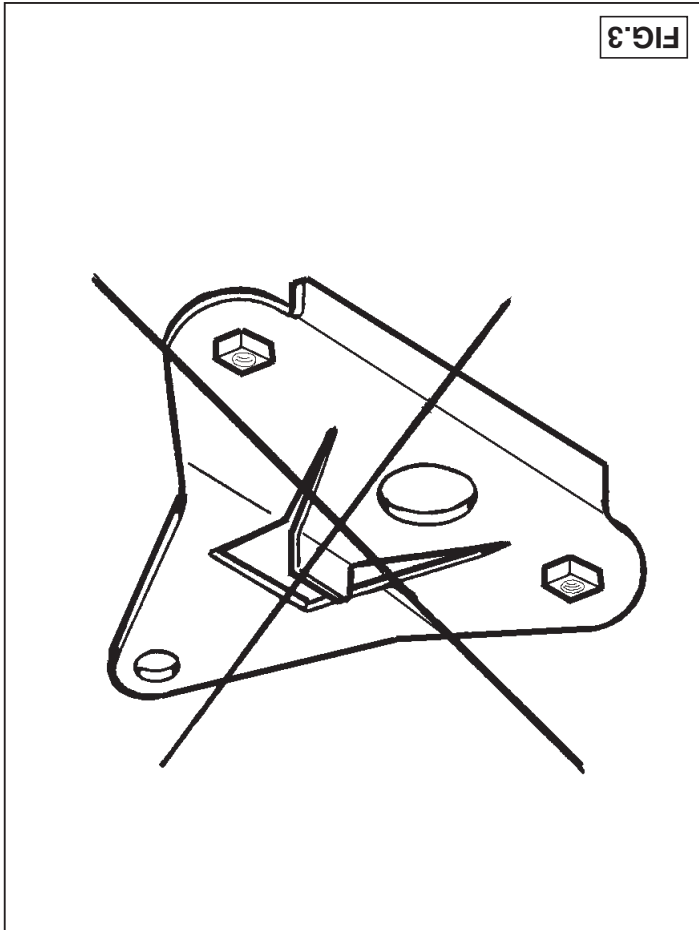

FIG.3
* **Voor de typen tot 1999 geldt:** Verwijder het plaatje zoals afgebeeld in fig.3. Het verwijderde plaatje komt te vervallen.
- * **For models up to 1999:** Remove the plate as shown in Figure 3. This plate will not be replaced. With this vehicle model, it is not necessary to cut a section out of the bumper.
* **Für alle Typen bis 1999 gilt:** Plättchen gemäß Abb. 3 entfernen. Das entfernte Plättchen wird nicht wiederverwendet.
- **Typy do 1999** : płytkę zdemontować wg. rys.3. Element ten nie będzie ponownie wykorzystywany.
* **Pour les types jusqu'à 1999** : Enlever la petite plaque comme indiqué à la fig. 3. Elle n'est plus utilisée.